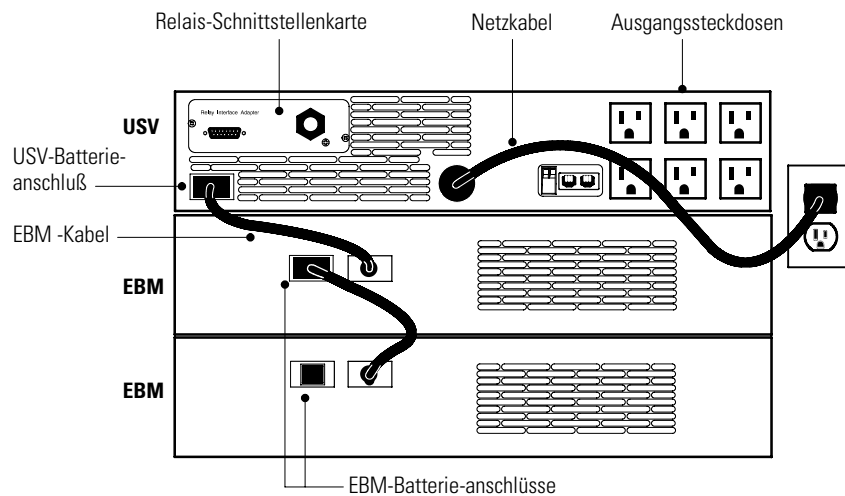

Abbildung 10. Typische USV-Installation (hier 120V-Modell)
Abbildung 10 zeigt lediglich eine typische Installation. Die Rückwand jedes Modells ist unter „USV-Rückwände“ auf Seite 35 dargestellt.
2. Das EBM-Kabel in den Batterieanschluß in der Rückwand der USV stecken (siehe Abbildung 10).